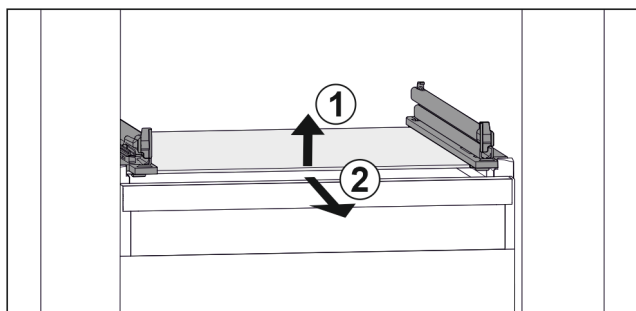

Fig. 59 Příklad znázornění skleněné desky
- Nadzvedněte skleněnou desku vpředu. Fig. 59 (1)
- Vyměňte skleněnou desku dopředu. Fig. 59 (2)